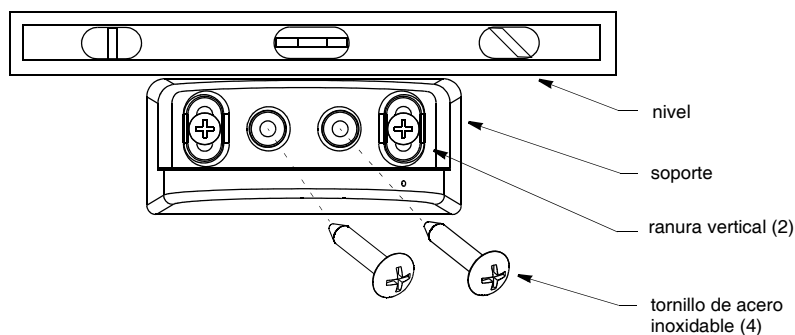

Figura 1. Montaje del soporte
1. En la ubicación seleccionada, trace una línea nivelada con la ayuda de un nivel (figura 1).